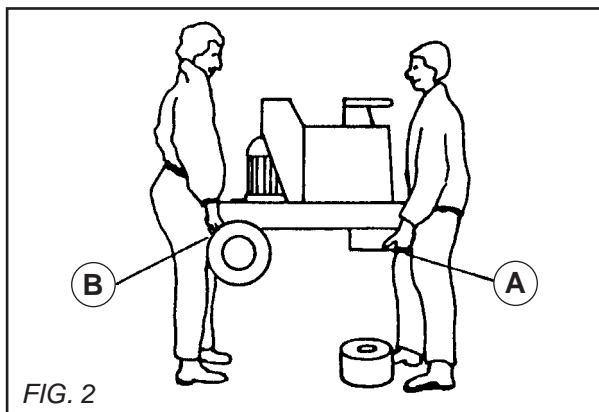

FIG. 2
- L'ubicazione delle mani si trova sul mozzo anteriore (A) nonché sulla parte posteriore della macchina (B). Durante questa manovra la tavola rimane al suolo (osservare fig.2)